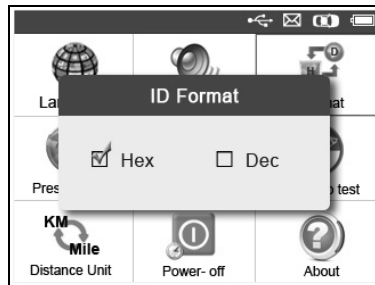

Abbildung 3.5
- 2) Wählen Sie im Bildschirm **ID-Format** über die Scrolltasten **NACH LINKS/RECHTS** das gewünschte ID-Format aus. (Abbildung 3.5)